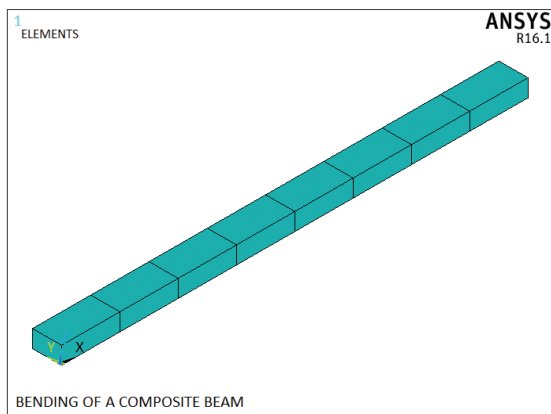

图 6-98 生成的单元结果显示
8) 选择 Utility Menu | Plot | Elements 命令, ANSYS 显示窗口将会显示网格划分结果, 如图 6-98 所示。